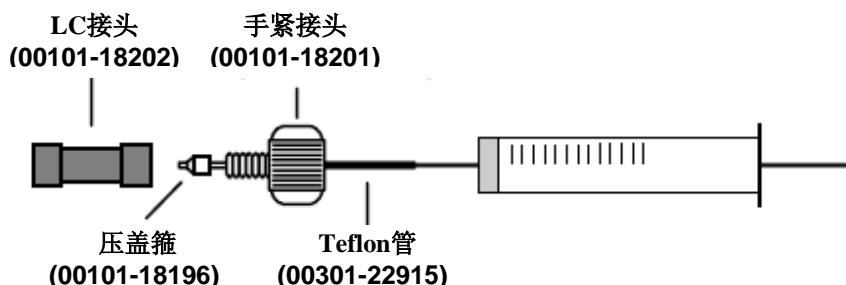

图3-2.注射器和注射器接头组件
3. 把持注射器活塞部分适当的位置，仔细将注射器针头插入注射器接头组件上的Teflon®管中。见图3-2。